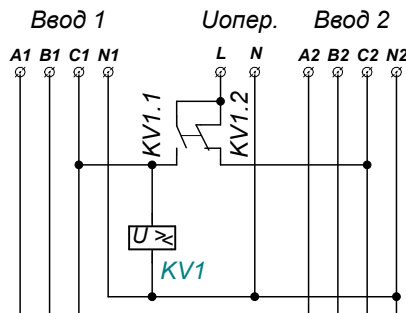

Рис. 8 Схема получения оперативного питания с использованием реле напряжения
5.2.1. Схема получения оперативного питания с использованием реле напряжения приведена на рис.8.